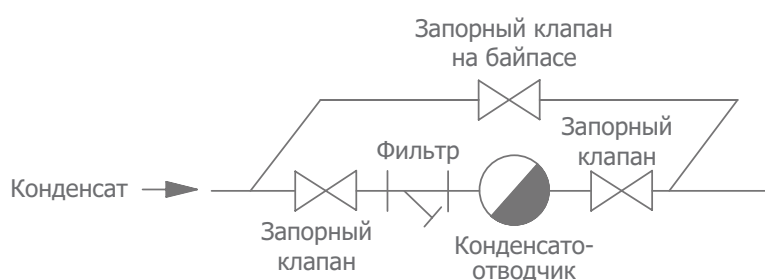

Рис. 1
b. Стандартные схемы монтажа конденсатоотводчика показаны на рис. 1 и 2. Они включают запорные клапаны на входе, выходе, байпасной линии, фильтр, сам конденсатоотводчик, клапан для проверки работы конденсатоотводчика и обратный клапан.